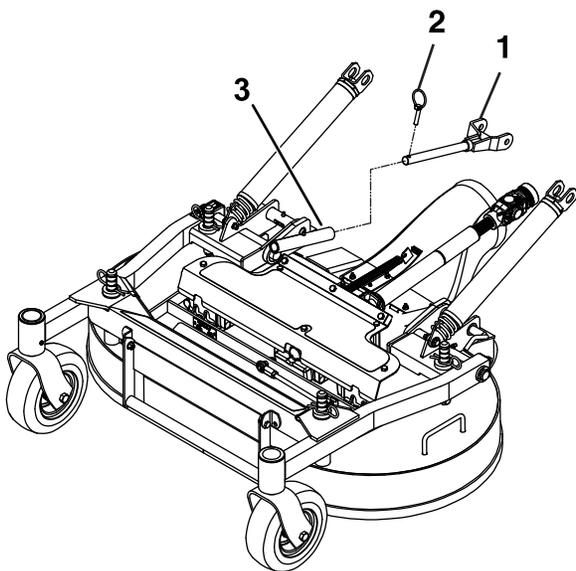

Рисунок 79
7. Извлеките шплинты с кольцами в передней части толкающих рычагов на обеих сторонах машины (Рисунок 79).
7. Закрепите толкающие рычаги с помощью шплинтов с кольцами на левой и правой сторонах машины (Рисунок 79).